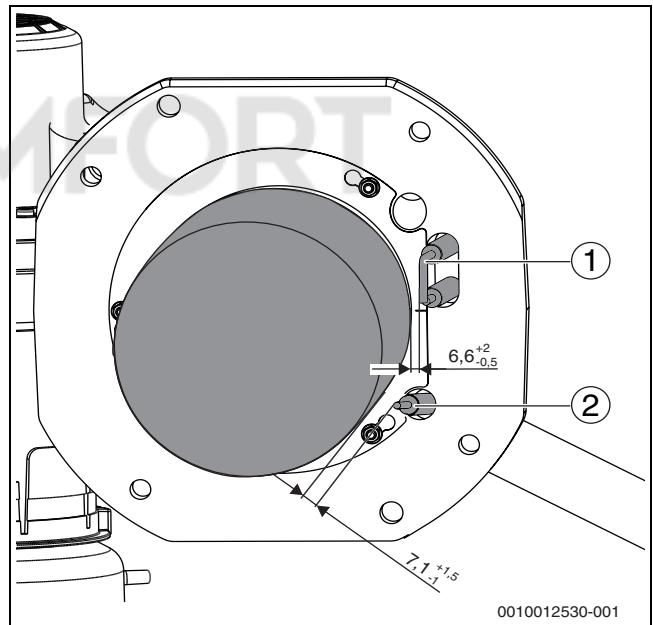

Рис. 63 Положение электродов (размеры в мм)
- ▶ Измерьте расстояния между электродами и сравните их со значениями на Рис. 63.